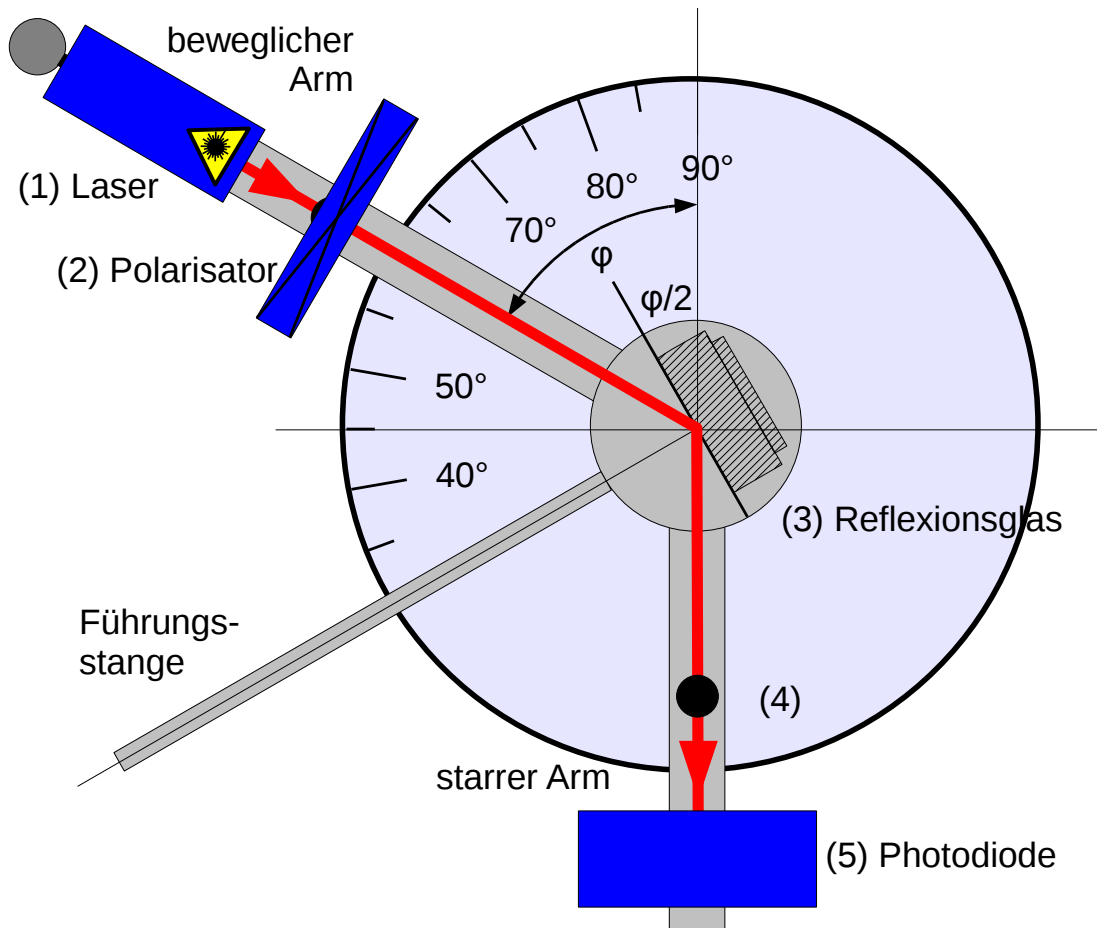

Abbildung NG.2: Reflexionstisch
Der Aufbau besteht aus einem festen und einem schwenkbaren Arm, die beide an dem Reflexionstisch befestigt sind (vgl. Abbildung NG.2). Die Halterung in der Mitte dieses Tisches nimmt eines der Reflexionsgläser auf. Als Lichtquelle dient ein Halbleiterlaser (1), dessen Polarisation sich mit einer zusätzlichen Polarisationsfolie (2) einstellen lässt. Dieser Lichtstrahl wird auf ein Reflexionsglas (3) gelenkt. Außerdem wird am beweglichen Arm eine Photodiode (5) zur Messung der Intensität befestigt. Das Lichtmessgerät liefert eine zur Intensität proportionale Spannung zwischen 0 V und ca. 5 V. Bei höheren Spannungen ist das Gerät in Sättigung, d.h. die angezeigte Spannung ändert sich nicht mehr mit zunehmender Lichtintensität.